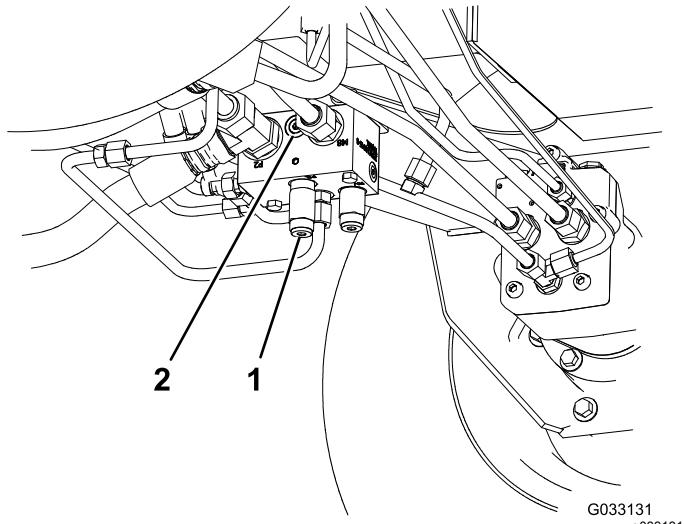

Figura 61
- N. cat. Toro 95-0985, raccordo di accoppiamento (2)
- N. cat. Toro 340-77, raccordo idraulico (2)
1. Montate un raccordo diagnostico nel foro non marcato situato tra i fori M8 e P2 sul collettore della trazione posteriore (Figura 61).